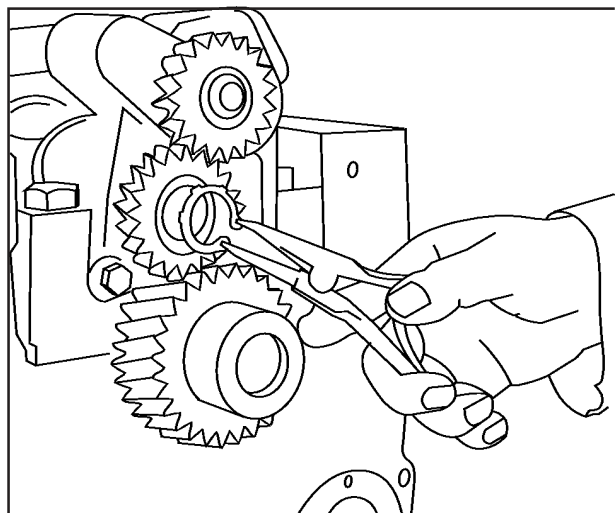

FIG 1
6. Remova o anel trava e retire a engrenagem intermediária da bomba do óleo **Fig. 1**.